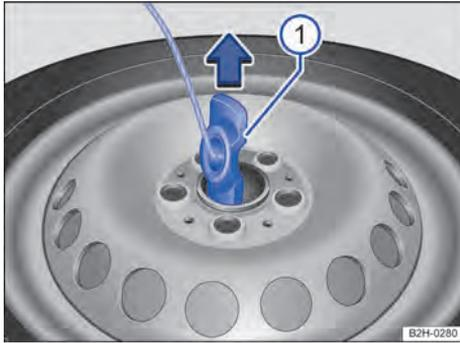

Fig. 203 Rueda de repuesto o de emergencia: soltar el soporte para llantas.
1. Desenrosque el tornillo de seguridad del soporte para llantas → **fig. 203 ①**.
2. Coloque el soporte para llantas en vertical → **fig. 203 ①**.